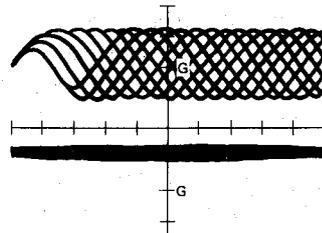

Abb. 32
- Für Abbildung 32: AT Act hat sich nach (+) verschoben.